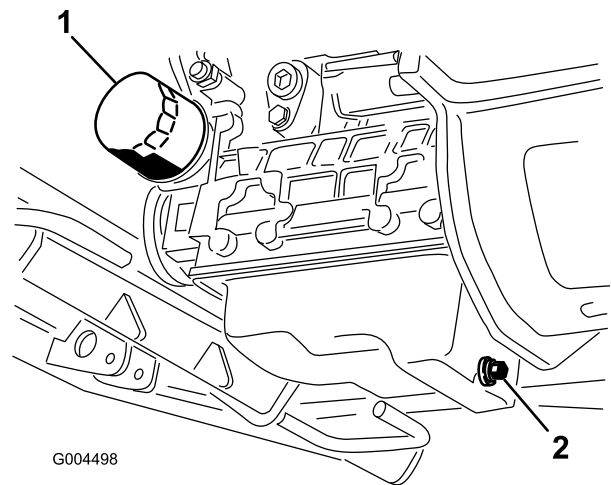

Bild 47
3. Stellen Sie eine Ablaufwanne unter die Ölwanne und richten Sie sie mit der Ablassschraube aus (Bild 47).
6. Entfernen und wechseln Sie den Ölfilter aus (Bild 47).